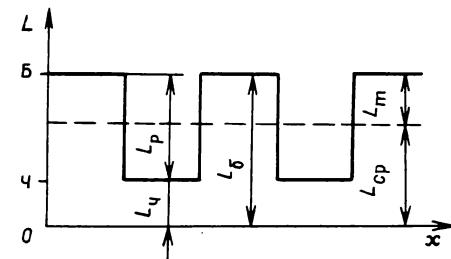
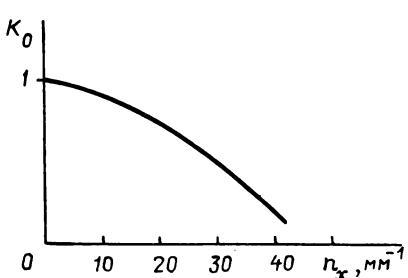

Рис. 1. Изменение яркости изображения вдоль оси  $x$
Рис. 2. Типичная форма ФПМ
На рис. 1 показано изменение вдоль оси  $x$  яркости изображения  $L$ , состоящего из черных штрихов (и белых промежутков между ними), перпендикулярных к направлению  $x$ . Здесь  $L_b$  — яркость белого промежутка между черными штрихами;  $L_q$  — яркость черного штриха;  $L_p$  — размах изменения яркости;  $L_{cp}$  — среднее значение яркости изображения;  $L_m$  — амплитуда изменения яркости, причем  $L_q \neq 0$ , и поэтому можно написать следующие соотношения:
На рис. 2 приведен типичный вид ФПМ изображения на экране кинескопа приемника, где  $x$  — горизонтальная ось (направление строк раstra). Аналогичную форму имеет ФПМ по вертикальной оси  $y$ . Формула для  $K_{oy}$  аналогична формуле (1). Изменение яркости вдоль оси  $y$  аналогично показанному на рис. 1.
Если изменение яркости изображения (оптического изображения на светочувствительной мишени передающей трубки или телевизионного изображения на экране кинескопа) имеет вид, показанный на рис. 1, то соответствующий такому изображению видеосигнал (на выходе передающей трубки или модулирующий электронный луч кинескопа) будет иметь временные частоты  $f_{x_{\text{вр}}}$  и  $f_{y_{\text{вр}}}$  по осям  $x$  и  $y$ , определяемые пространственными частотами  $n_x$  и  $n_y$ .